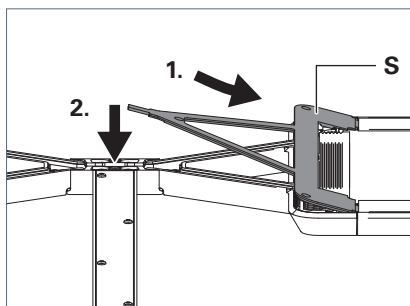

Fig. 25: Montare la copertura.
► Inserire la copertura **S** con le tre linguette sulla parte inferiore della copertura nelle fessure sulla testa dell'apparecchio e premere fino all'innesto, vedere Fig. 25.